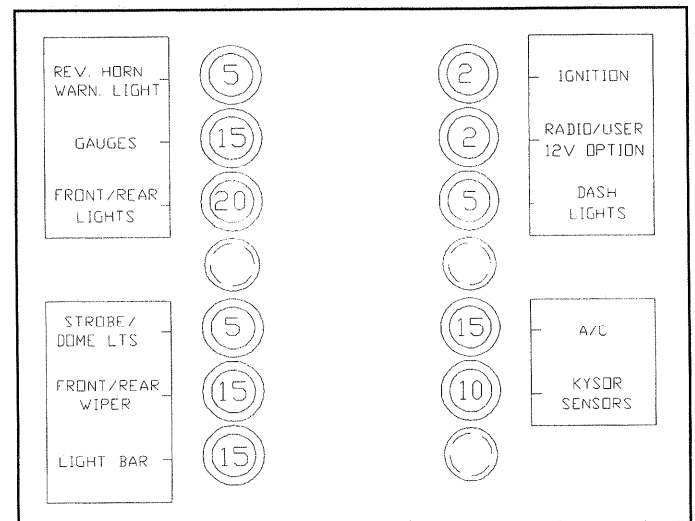

Fig. 3-18 Circuit Breakers
**64. Circuit Breakers** See Fig. 3-18